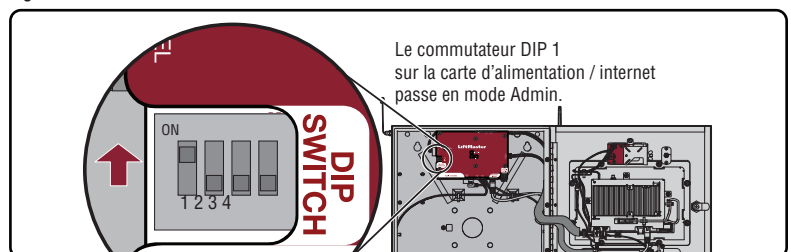

Figure 3. Mode Admin
9. Mettre le CAPXL en mode d'administration en utilisant le commutateur DIP no 1. Sélectionner l'onglet « Audio / Vidéo » et confirmer que la transmission vidéo apparaît et que l'angle et l'orientation sont corrects. (Figure 3)